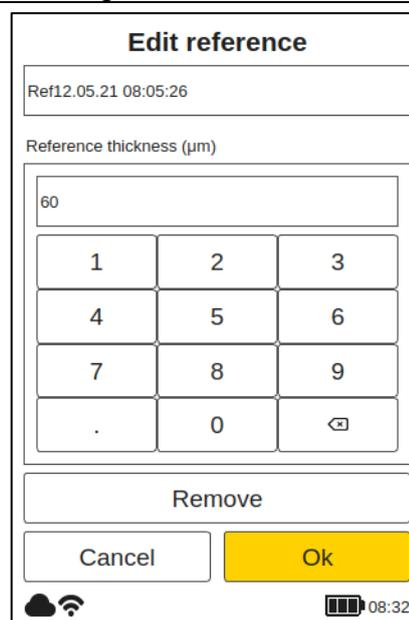

Figura 42: Modifica riferimento
Nel sottomenu (vedere figura 42: Modifica riferimento), utilizzare i tasti di direzione e (D) per spostarsi tra la tastiera e il tasto OK (C) per immettere i caratteri per rinominare il riferimento o immettere lo spessore del rivestimento. Quindi fare clic su 'OK' per assegnare questo valore al riferimento selezionato.